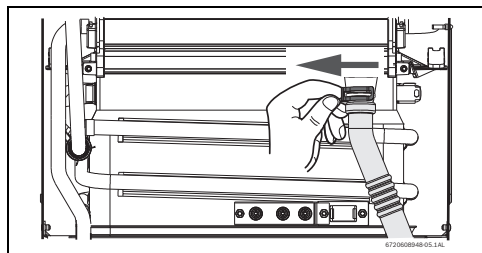

Fig. 33
- ▶ Retirar o clip e soltar a extremidade do tubo de condensados, ver Fig. 33.